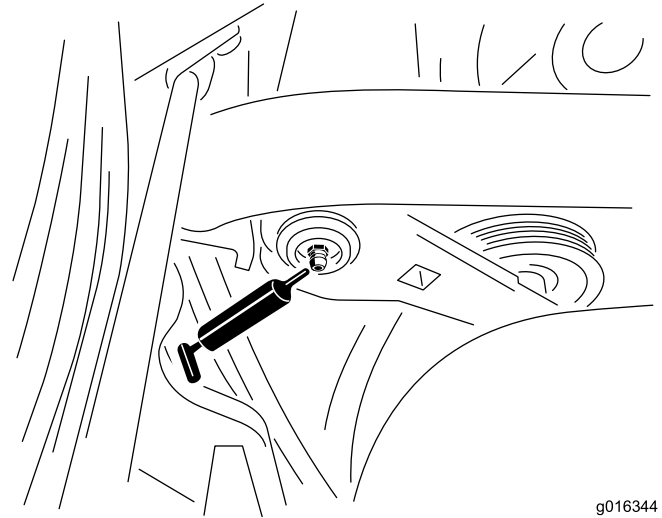

Figura 24
1. Limpie el punto de engrase para evitar que penetre materia extraña en el cojinete o el casquillo (**Figura 24**).